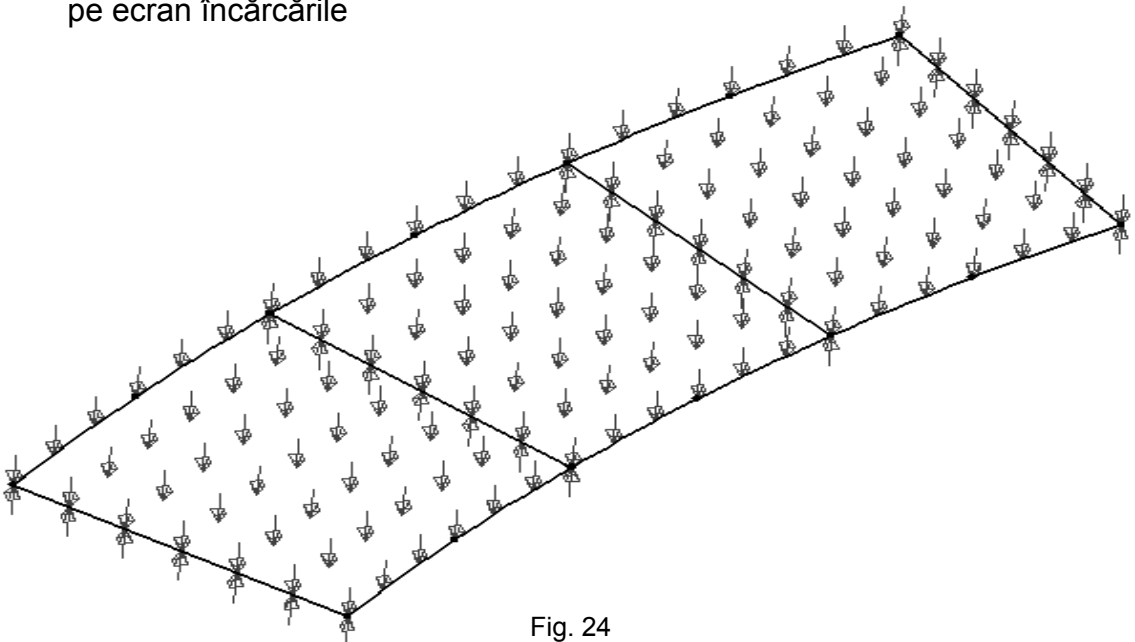

Fig. 24
- pe ecran este afișată structura cu încărcarea din cazul 1 (fig. 24)